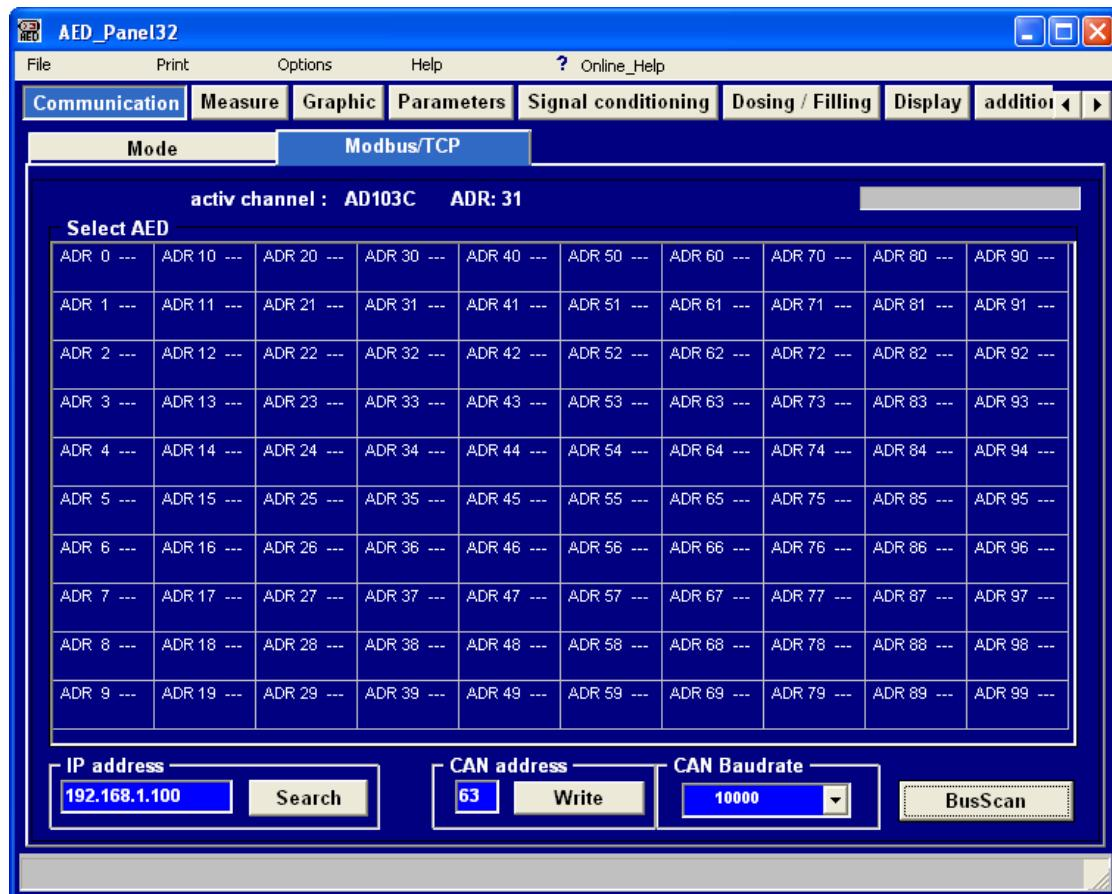

図 3.1： ソフトウェアAED_Panel32のタブ Modbus/TCP
6. IP-Adresseの欄にある *Suche* をクリックします（図 3.1をご覧ください）。ウ